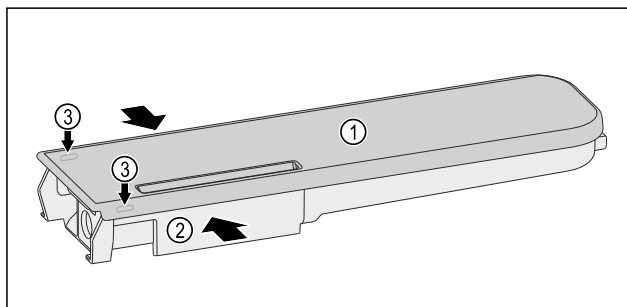

Fig. 125
- ▶ Nyomja össze a víztárolót Fig. 125 (2), és óvatosan emelje le, a fedelet Fig. 125 (1) a reteszelő fülekről Fig. 125 (3), majd húzza fel.
- Mozgassa óvatosan oda-vissza a fedelet Fig. 125 (1), majd könnyed mozdulattal vegye le felfelé.